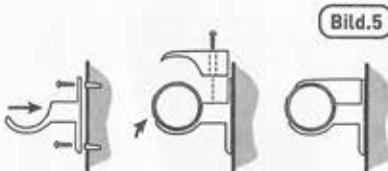

Bild.5
- När du har funnit en lämplig plats för värmeröret, skruva fast fästena två underdelar på väggen [Bild 5].